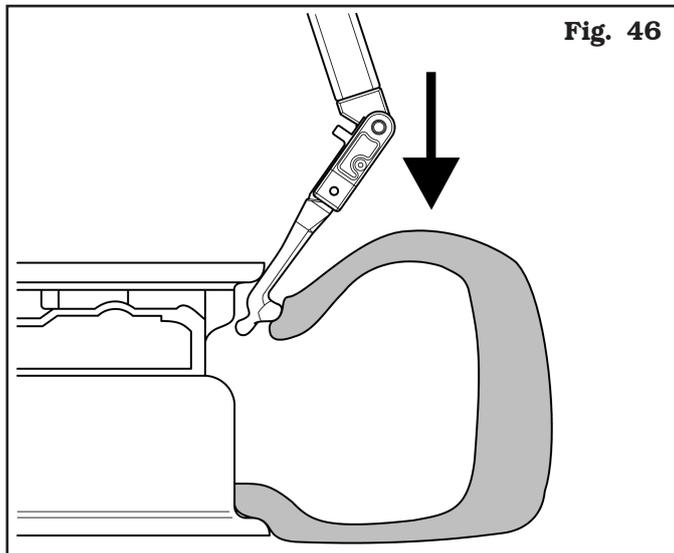
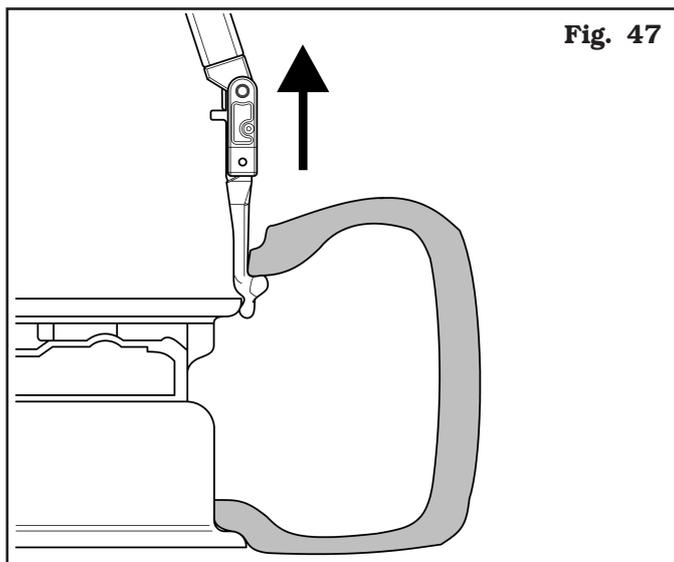
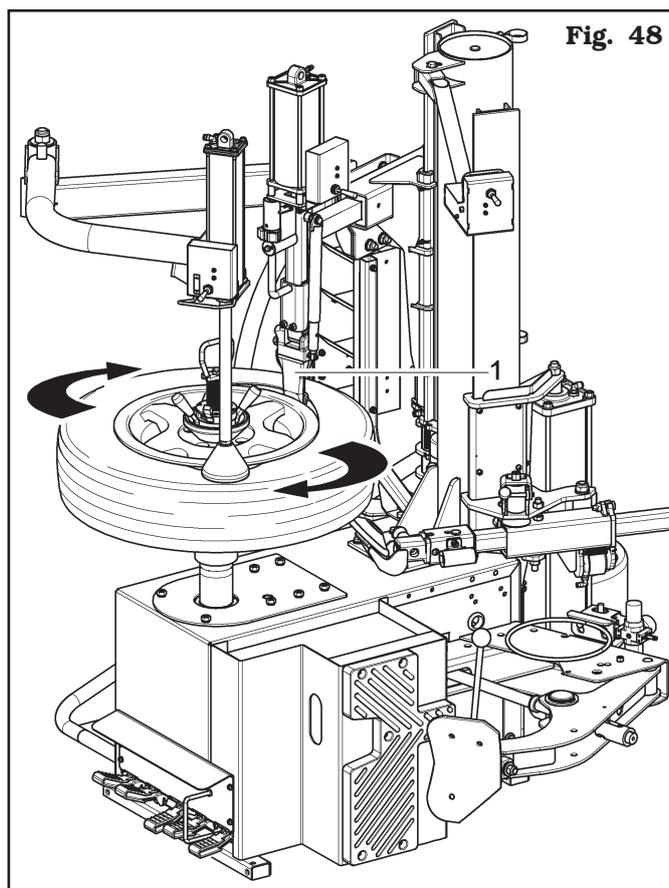

Fig. 46
Fig. 47
Fig. 48
5. baisser le levier (**Fig. 44 réf. 6**) pour faire entrer la tête outil entre jante et le pneu (voir **Fig. 46**). Pendant cette opération la tête outil tourne autour le bord de la jante jusqu'à l'accrochage du talon au pneu (voir **Fig. 47**).
5. soulever la tête outil à l'aide du levier (**Fig. 44 réf. 6**). Quand l'outil est dans la position vertical selon la jante (**Fig. 48 réf. 1**), tourner le mandrin jusqu'à l'entrée du pneu dans la base de la jante. Continuer la montée de la tête outil jusqu'à le talon se trouve sur le bord de la jante (voir **Fig. 47**).
S'ASSURER QUE LA TÊTE OUTIL SOIT DANS LA POSITION DE DÉMONTAGE (FIG. 47) AVANT DE COMMENCER LA ROTATION DU MANDRIN.
Tourner dans le sens des aiguilles d'une montre jusqu'au démontage complet du talon supérieur (voir **Fig. 48**) ;